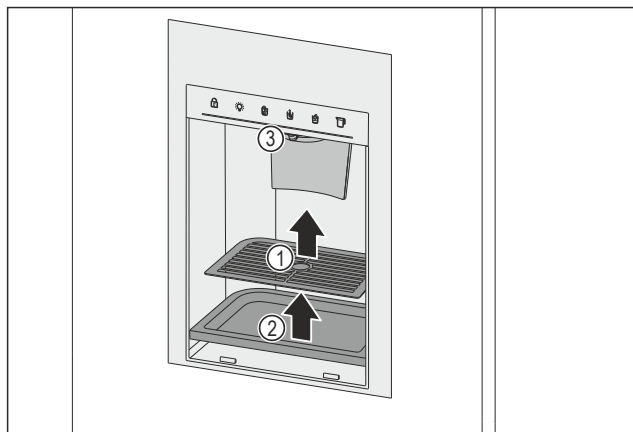

Fig. 159 Entnahme Tropfgitter und Tropfschale
- Tropfgitter Fig. 159 (1) entnehmen.
- Tropfschale Fig. 159 (2) entnehmen.
- Auslass Fig. 159 (3) und Umgebung mit einem weichen, sauberen Tuch, lauwarmem Wasser und etwas Spülmittel reinigen.